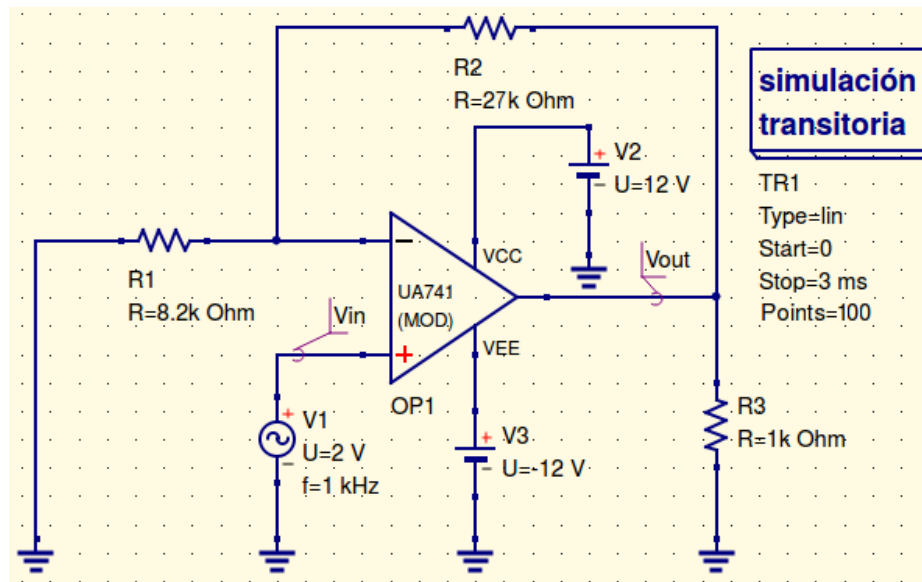
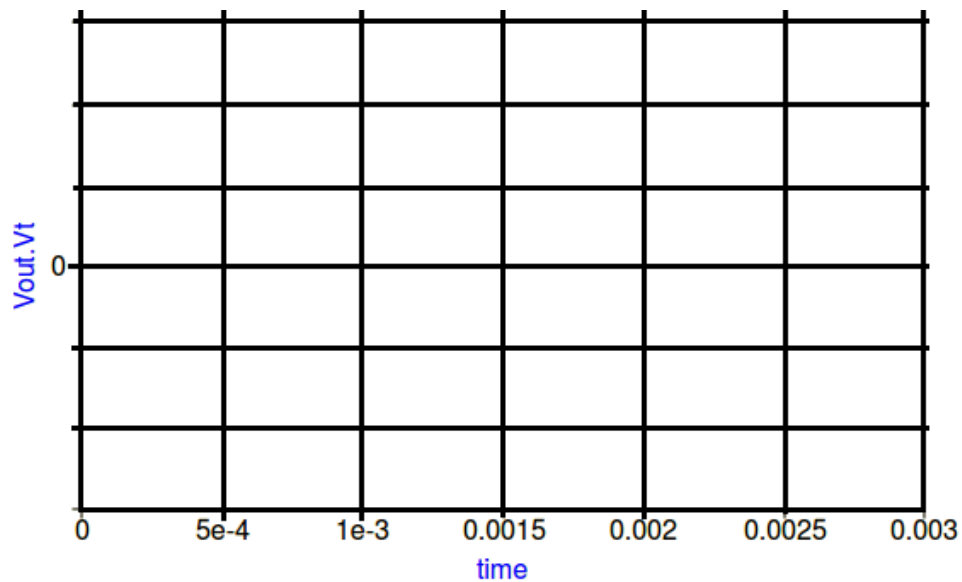

Figura 10. Amplificador no inversor.
Figura 11. Oscilograma obtenido en la simulación del amplificador no inversor.
12. Calcule la ganancia teórica que se obtendrá con el circuito de la Figura 10. _____. Arme el circuito y simúlelo, dibuje en el oscilograma de la Figura 11 la señal de salida que obtiene. Indique el valor del voltaje de salida: ____ Vp y calcule la ganancia práctica ($\frac{V_{out}}{V_{in}}$): _____. ¿Las señales de entrada y salida se encuentran desfasadas?, Si___ No___. Explique: _____.
3. Indique las diferencias entre la simulación del circuito amplificador no inversor y cuando lo implementó físicamente (Oscilogramas Figura 11 y Figura 16).